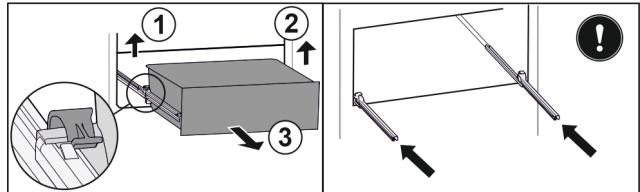

Fig. 37\*
- ▶ Приподнимите левый зажим и одновременно вытяните движением вперед выдвижной ящик слева Fig. 37 (1).\*
- ▶ Приподнимите правый зажим и одновременно вытяните движением вперед выдвижной ящик справа Fig. 37 (2).\*
- ▶ Извлеките выдвижной ящик движением вперед Fig. 37 (3).\*